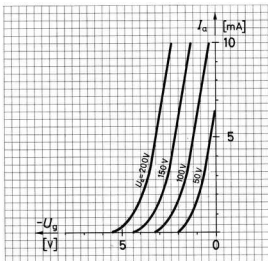

Bild 306
d) Bestimmen Sie den Durchgriff der Röhre nach Bild 306 für eine Gittervorspannung von  $-2$  V auf der 150 V-Kennlinie.